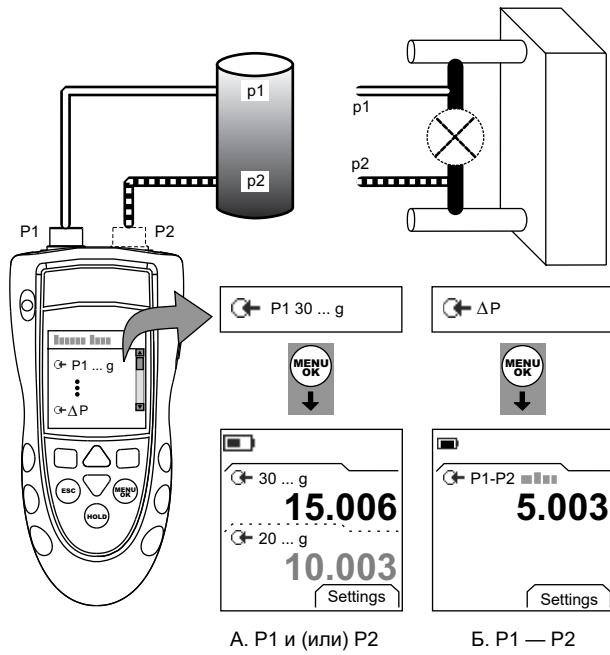

Рисунок 2: Пример конфигурации. Измерение давления
1. Подключите прибор (Рисунок 2) и при необходимости отрегулируйте *Set Up* (*Настройка*) (Таблица 1).
Примеры на Рисунок 2 показывают:
- Подключите прибор к стандарту давления (Рисунок 2).